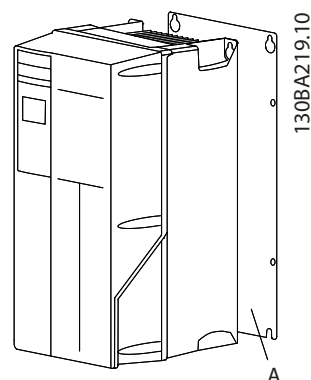
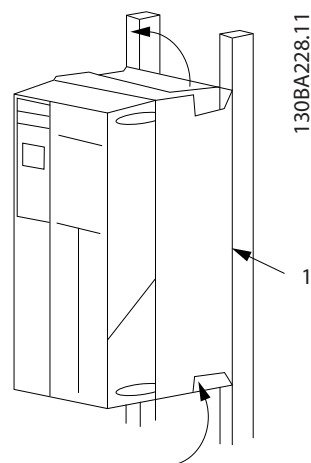

Bild 2.2 Korrekt montering med bakre plåt
Bild 2.3 Korrekt montering med skenor
- Montera enheten på en jämn yta eller på den bakre plåten (tillval) så att den kan kylas ordentligt (se Bild 2.2 och Bild 2.3)